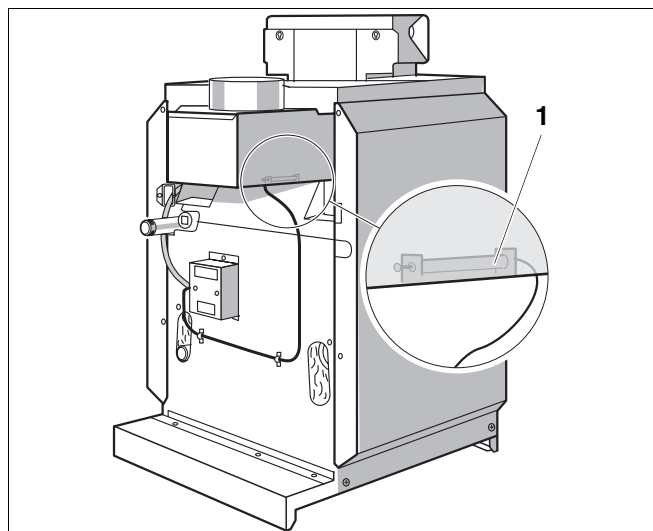

Fig. 2 Sistem de supraveghere a gazelor de ardere AW 50
- Sistemul de supraveghere al gazelor de ardere AW 50 (Fig. 2, **Poz. 1**) pornește arzătorul în mod automat după câteva minute, în măsura în care există necesar de căldură.